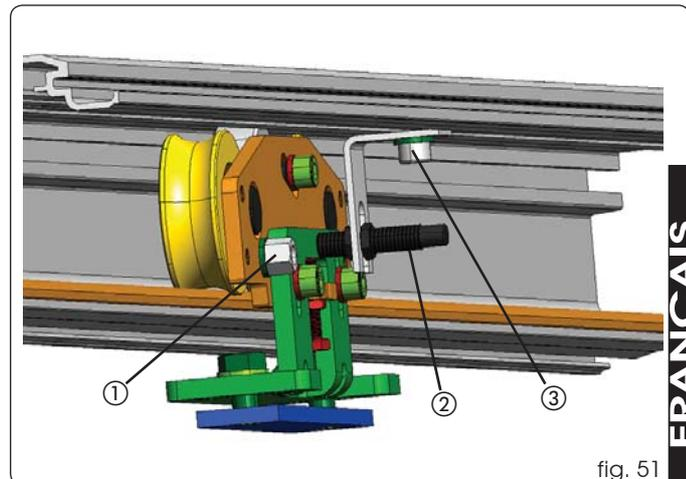

fig. 51
- Visser l'aimant sur le chariot le plus proche de la butée de fermeture, en se servant du trou taraudé présent sur la patte d'attache de la courroie (fig. 51 réf. ①).
- Assembler le capteur à la patte (fig. 51 réf. ②) avec les écrous en plastique. Introduire une plaquette taraudée sur les sièges du profil de soutien et monter la patte avec les vis (fig. 51 réf. ③); vérifier que, lorsque le vantail est fermé, le capteur se trouve au niveau de l'aimant.